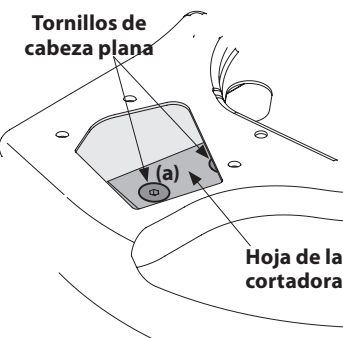

Figura 24
- Mediante una llave Allen de 3/16", retire los tornillos de cabeza plana que sujetan la hoja de la cortadora al motor. Dichos tornillos son accesibles a través de la abertura que se creó cuando retiró el canal de la cortadora anteriormente. Vea la Figura 24.